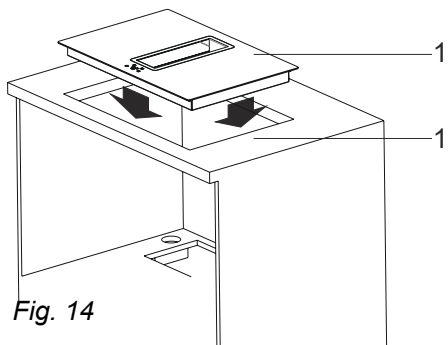

Fig. 14
4. Placera spishällen i det uppsågade hålet (Fig. 14).